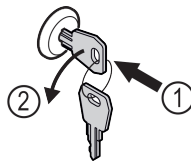

Fig. 174
- Inserire la chiave. Fig. 174 (1)
- Ruotare la chiave di 90° in senso antiorario. Fig. 174 (2)